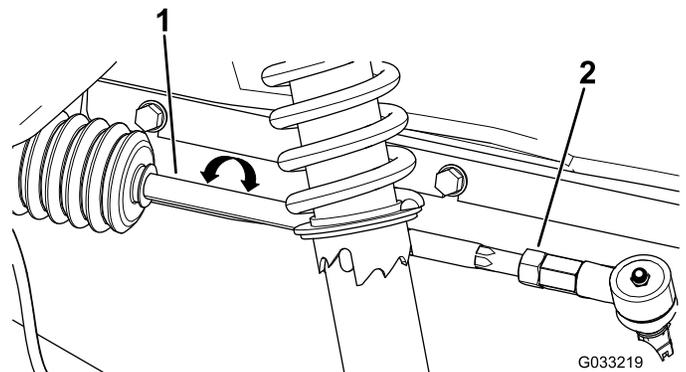

図 53
2. 前後の測定値の差が所定範囲03 mmにならない場合は、タイロッドの外側端部にあるジャムナットをゆるめて調整を行う(図 53)。